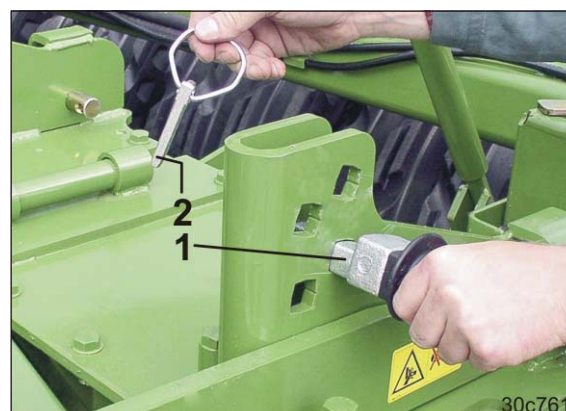

Fig. 114
3. Fastgør dybdereguleringsbolten (Fig. 114/1)
- o jo højere dybdereguleringsbolten (Fig. 114/1) sættes på indstillingssegmentet.
4. Lås dybdereguleringsboltne med ringsplit (Fig. 114/2).
Dybdereguleringsbolten skal efter hver omstilling låses med ringsplitten (Fig. 114/2).